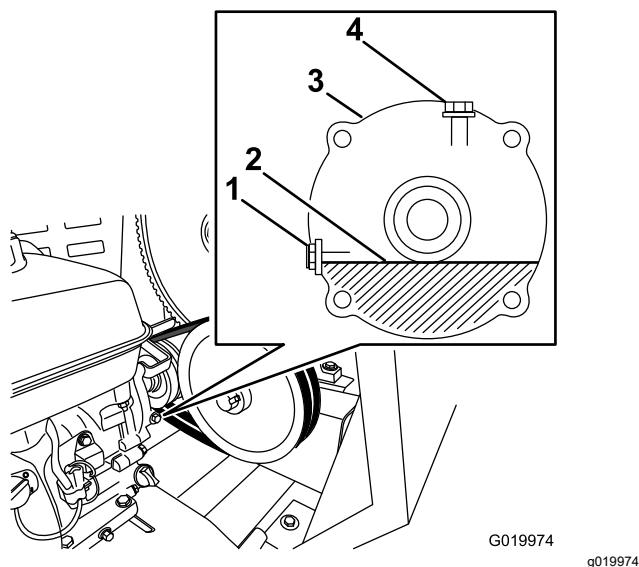

Figure 61
5. Localisez le carter réducteur entre le moteur et la poulie de moteur (Figure 61).
7. Retirez le boulon et la rondelle de contrôle de niveau d'huile de l'orifice de niveau d'huile (Figure 61).
- A. Retirez le boulon et la rondelle de l'orifice de remplissage au sommet du carter réducteur (Figure 61).
- C. Placez le boulon et la rondelle sur l'orifice de remplissage du carter réducteur, et serrez le boulon (Figure 61).
8. Lorsque l'huile est au niveau du filetage au bas de l'orifice de niveau d'huile, remettez le boulon et la rondelle de contrôle de niveau d'huile sur l'orifice, et serrez le boulon (Figure 61).
11. Versez lentement l'huile spécifiée dans l'orifice de remplissage jusqu'à ce que le niveau atteigne le filetage au bas de l'orifice de niveau d'huile (Figure 61).